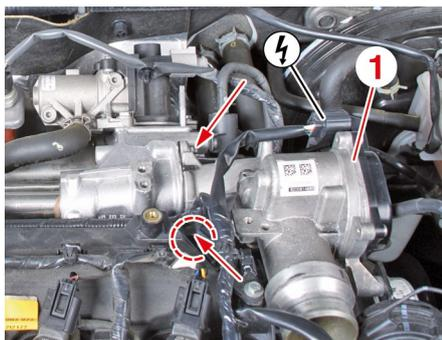

Fig. 19
- il motopositionatore **(1)** (Fig. 19).